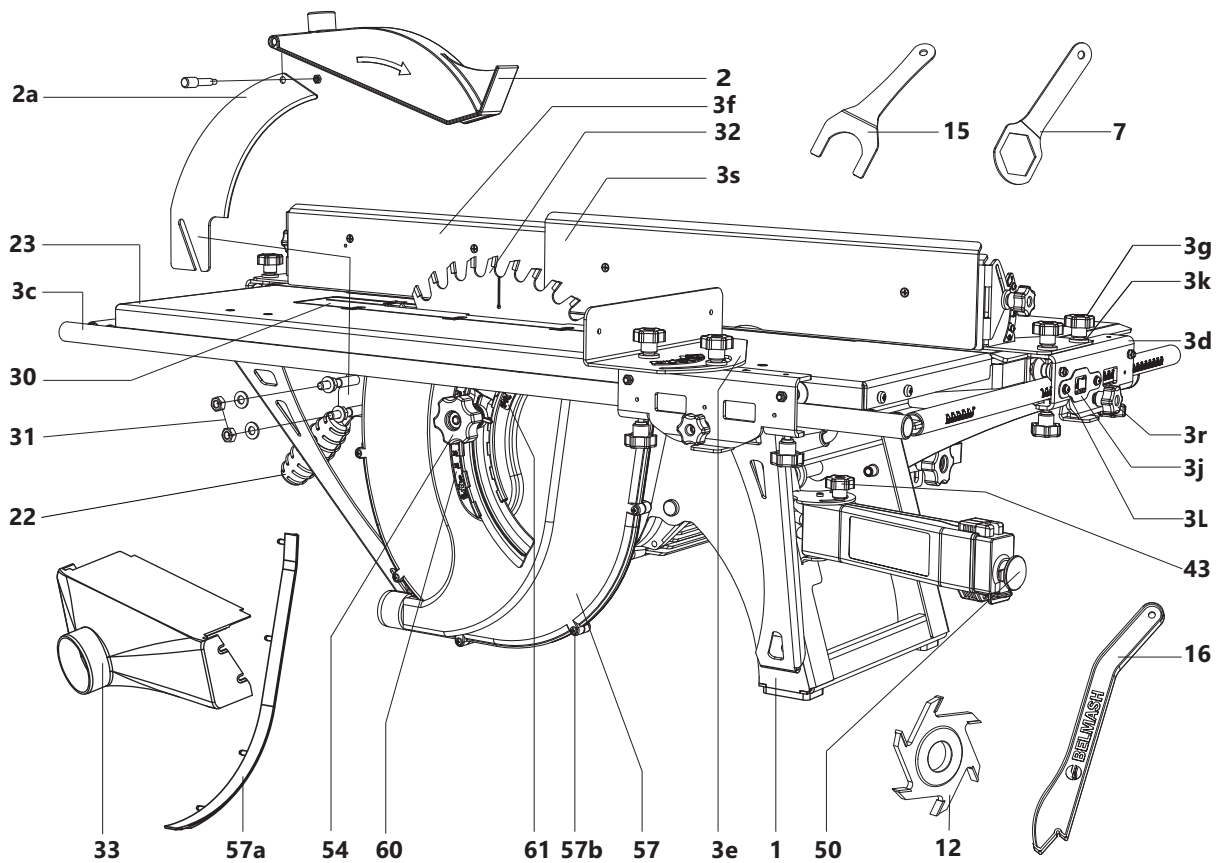

Рис. 1
- патрубок диаметром 63 мм на кожухе 33 для удаления стружки при строгании (рис. 1);
- патрубок диаметром 38 мм на кожухе 57 пильного диска (рис. 1);
- патрубок диаметром 28 мм на ограждении 2 пильного диска (рис. 1).